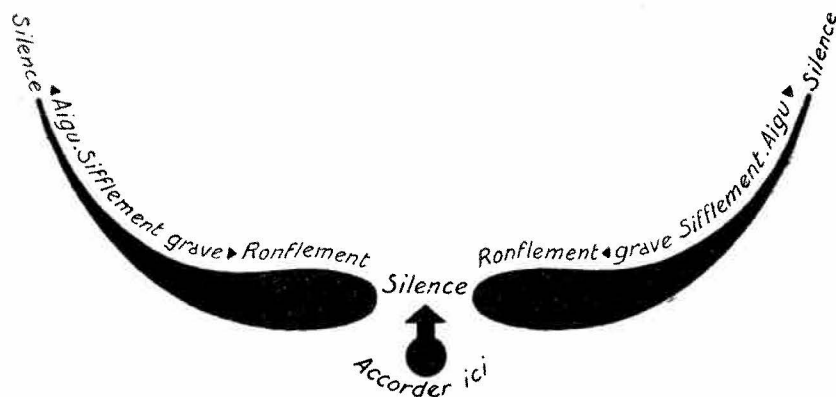

FIG.9 DETERMINATION DU BATTEMENT ZERO
09. Placer le commutateur EMISSION sur « CW » (ondes entretenues) et le commutateur « NET-NORMAL-REMOTE » (Réseau-Normal-A distance) sur « NET » (Réseau) et accorder le récepteur au battement zéro (voir fig. 9); régler le mécanisme du dispositif d'accord de fréquences pré-réglées comme plus haut, si c'est nécessaire. Ramener le commutateur « NET-NORMAL-REMOTE » sur « NORMAL ».